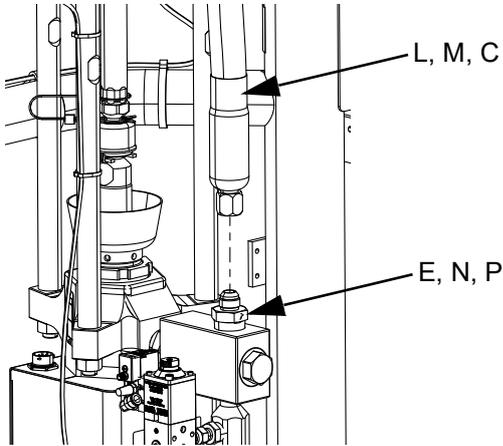

FIG. 22
4. Ao usar um sistema de abastecimento de êmbolo à mangueira de abastecimento 1 (C) ao encaixe do sistema de abastecimento de êmbolo à mangueira de abastecimento 1 (E) conforme indicado nas FIG. 1 e FIG. 22.
- a. Ligue a mangueira de tandem 1 (L) ao encaixe da unidade de abastecimento com êmbolo 1 à mangueira de tandem 1 (N) conforme indicado nas FIG. 2 e FIG. 22.
- b. Ligue a mangueira de tandem 2 (M) ao encaixe da unidade de abastecimento com êmbolo 2 com a mangueira de tandem 2 (P) conforme indicado nas FIG. 2 e FIG. 22.